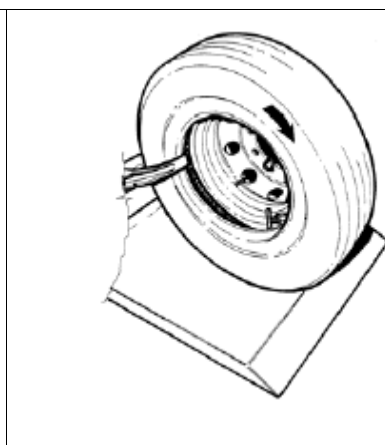

Рис.35
2. Установите монтажный палец на расстоянии около 3/4" (1.5 см) от края диска с его внутренней стороны и на расстоянии 1/2" (1 см) в радиальном направлении. Поворачивайте зажимное устройство по ч. с.. Обычно менее 1/4 оборота достаточно для монтажа первого борта (Рис.35).